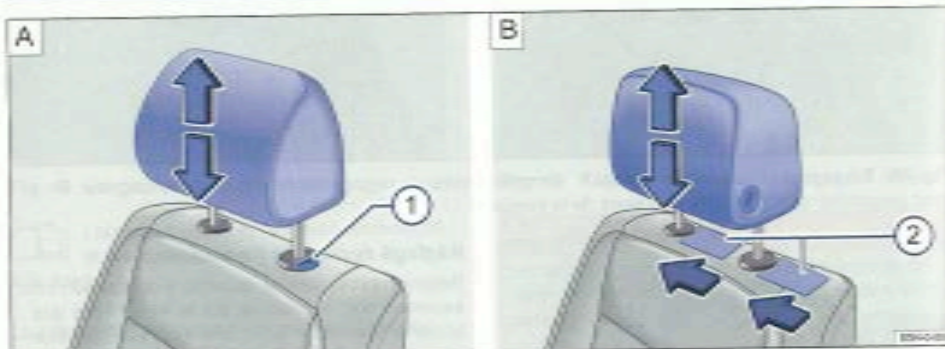

Fig. 48 Dépose de l'appui-tête avant A : sans possibilité de réglage dans le sens de la longueur, B : avec possibilité de réglage dans le sens de la longueur.
- Retirez entièrement l'appui-tête en appuyant complètement sur la touche ➡ fig. 48 ①.